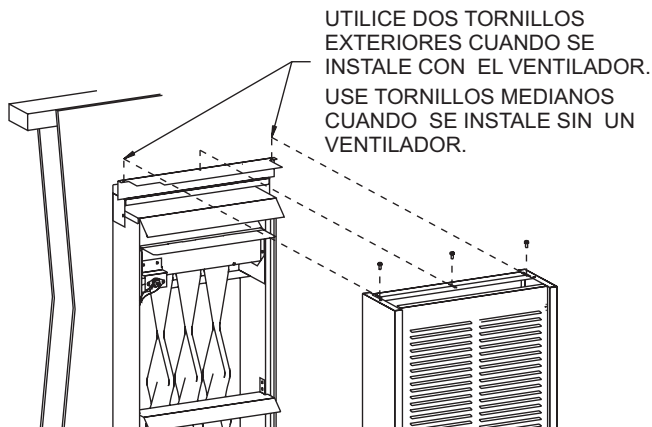
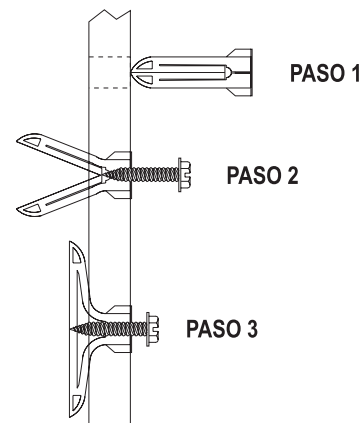

Figura 1
Figura 2
3. Después de localizar los agujeros de ensamblaje, perfore (2) agujeros de 5/16" de diámetro en la pared. Inserte los (2) escudetes de expansión plástica. Inserte los (2) tornillos de 10 x 1-1/2" (suministrados en el juego de ferretería del Ventilador) en los (2) escudetes de expansión plástica. No apriete totalmente la cabeza de los tornillos a los escudetes de expansión plástica, deje un espacio de 7/16" entre la cabeza de los tornillos y los escudetes de expansión plástica. Referirse a la Figura 2.
4. En la parte superior de la carcasa exterior remueva (1) tornillo del agujero del espacio libre que une la carcasa exterior al ensamblaje del cabezera. También remueva los (2) tornillos que fijan la parte inferior de la carcasa exterior a la carcasa interior.
6. Remueva los (4) tornillos de 8 x 3/8" que fijan la parte frontal del ventilador a la envoltura del ventilador.
9. Fijar la carcasa exterior al ensamblaje del cabezera. Importante: No se usará el agujero de la claridad. Los dos agujeros de claridad se usarán para unir la carcasa exterior al ensamblaje del cabezera, el (1) tornillo del paso 4 y (1) tornillo suministrado en el paquete de ferretería. Vea la Figura 1.
7. Después de localizar los agujeros de ensamblaje, perfore (2) agujeros de 5/16" de diámetro en la pared. Inserte los (2) escudetes de expansión plástica. Inserte los (2) tornillos de 10 x 1-1/2" (suministrados en el juego de ferretería del Ventilador) en los (2) escudetes de expansión plástica. No apriete totalmente la cabeza de los tornillos a los escudetes de expansión plástica, deje un espacio de 7/16" entre la cabeza de los tornillos y los escudetes de expansión plástica. Referirse a la Figura 2.